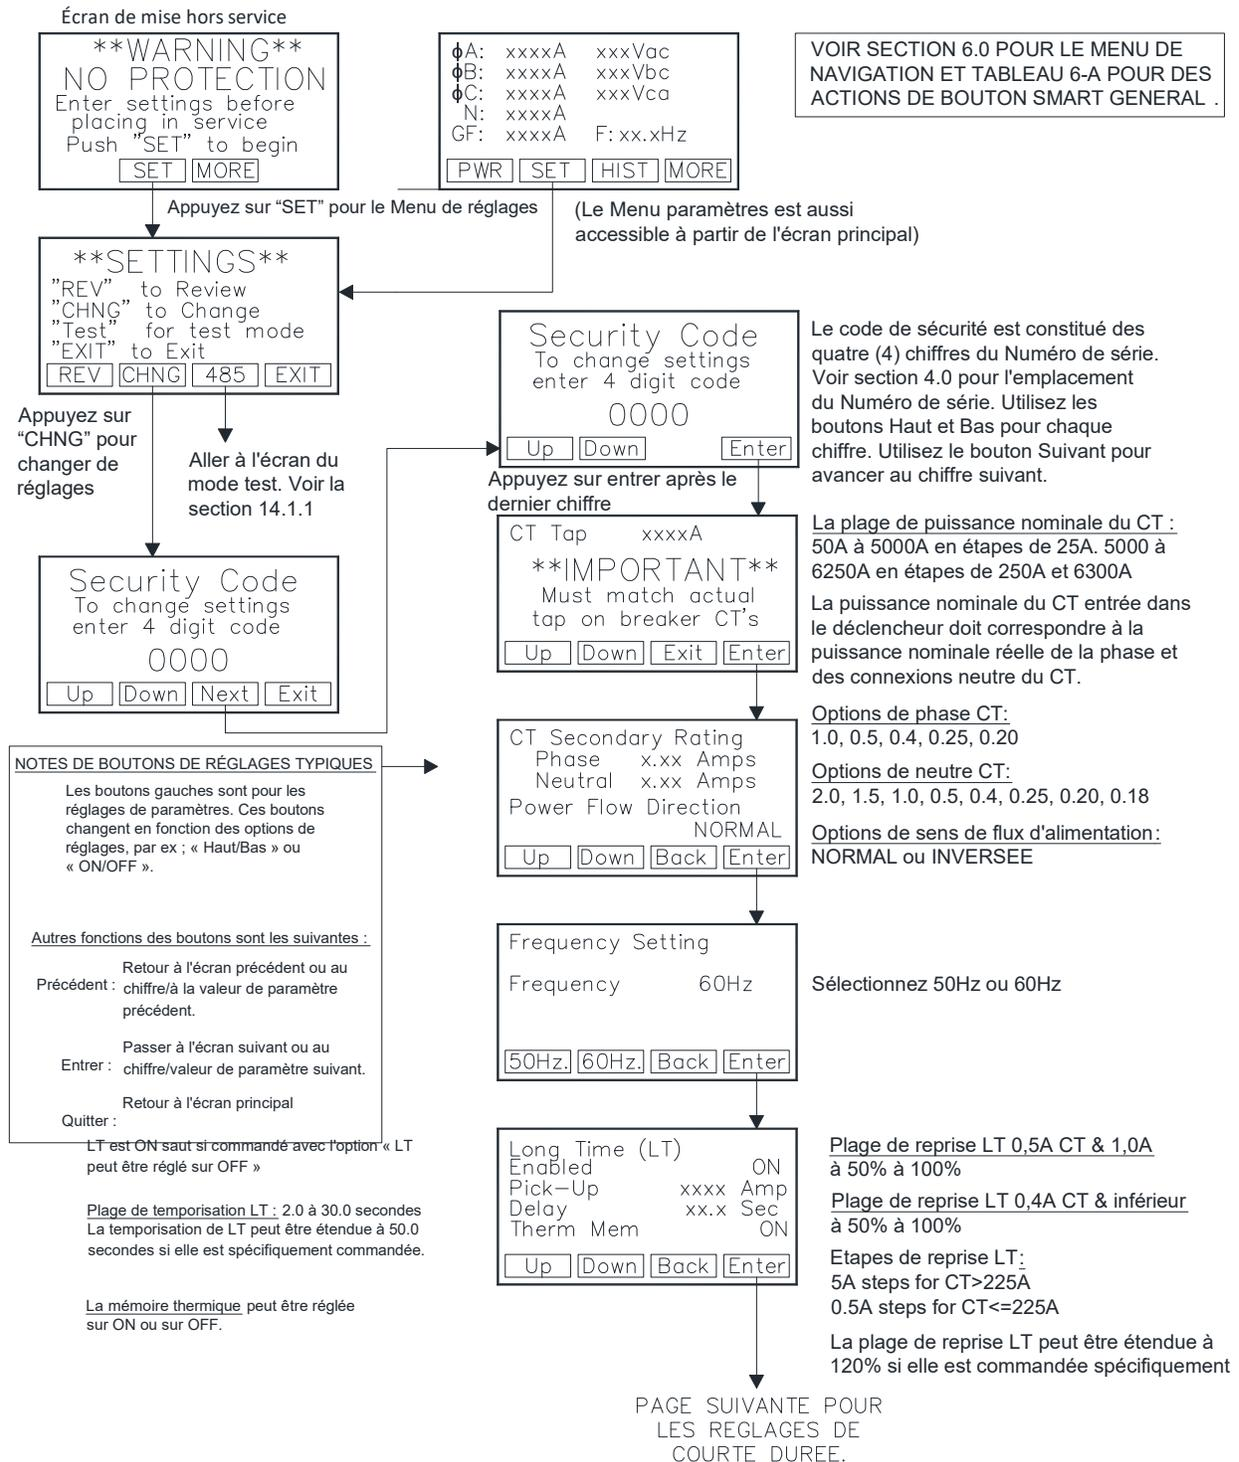

Figure 11.2: Menu de changement de paramètres - partie 1
Le code de sécurité est composé des quatre (4) derniers chiffres du numéro de série. Voir section 4.0 pour l'emplacement du numéro de série. Voir Figure 11.2.
La puissance nominale du CT entrée dans le déclencheur **doit** correspondre à la valeur réelle des connexions de CT phase et neutre. Voir Figure 11.2.
Les réglages de la puissance nominale secondaire du CT sont entrés en Ampères et doivent correspondre aux valeurs réelles du CT. Voir Figure 11.2.
Réglez la fréquence AC-PRO-II en fonction de la fréquence du système d'alimentation. Les options de réglage sont 50 Hertz et 60 Hertz. Voir Figure 11.2.
Voir Figure 11.2 pour les notes, les plages, les étapes et les options des paramètres de protection longue durée.